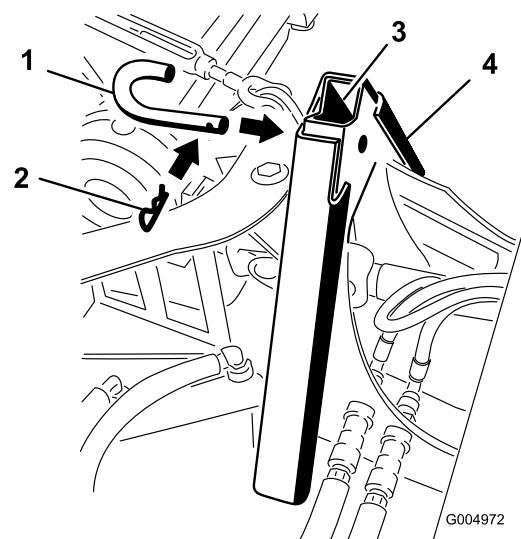

Bild 71
3. Befestigen Sie die Adapter mit dem Anbaugerätstift und dem Splint, wie in Bild 71 dargestellt.